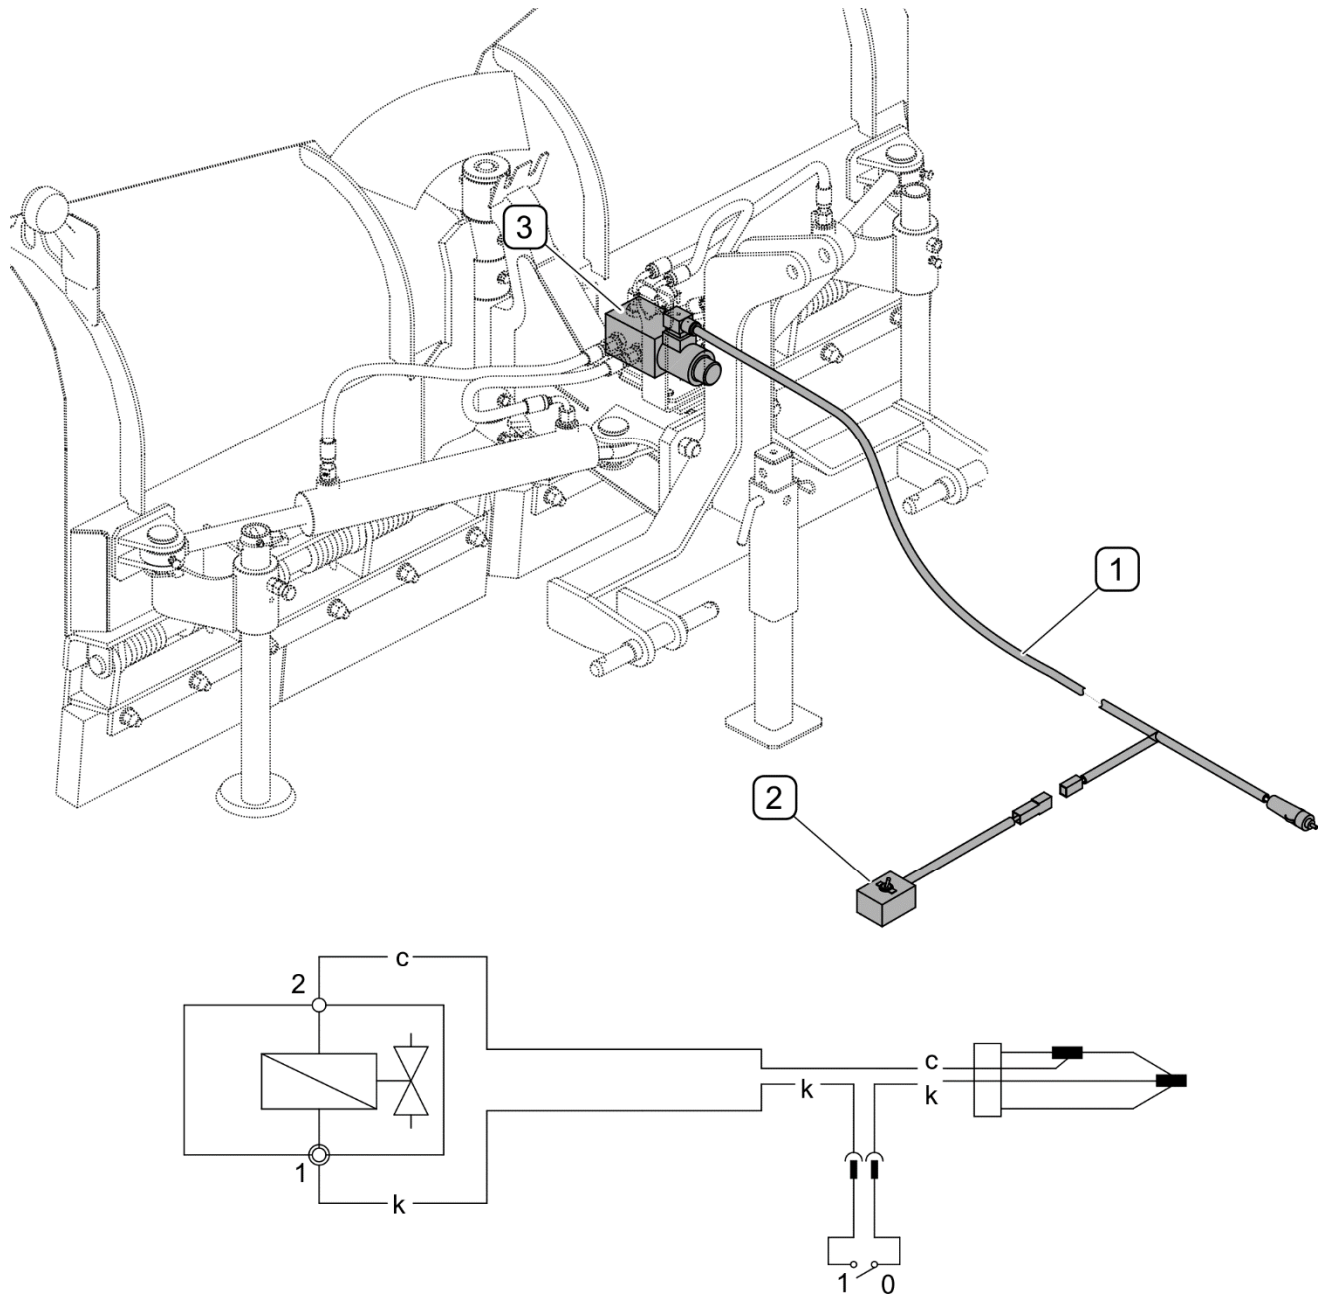

ABBILDUNG 3.4 Aufbau der Elektrik des Magnetventils
(1) - Einspeisekabel; (2) - Schalter des Magnetventils; (3) - hydraulisches Magnetventil
Die Elektrik des Magnetventils (ABBILDUNG 3.4) besteht aus einem Einspeisekabel (1), das mit dem Stecker der Zigarettenanzünderbuchse abgeschlossen ist. Der Schalter (2) wird für die Steuerung des Magnetventils (3) eingesetzt.